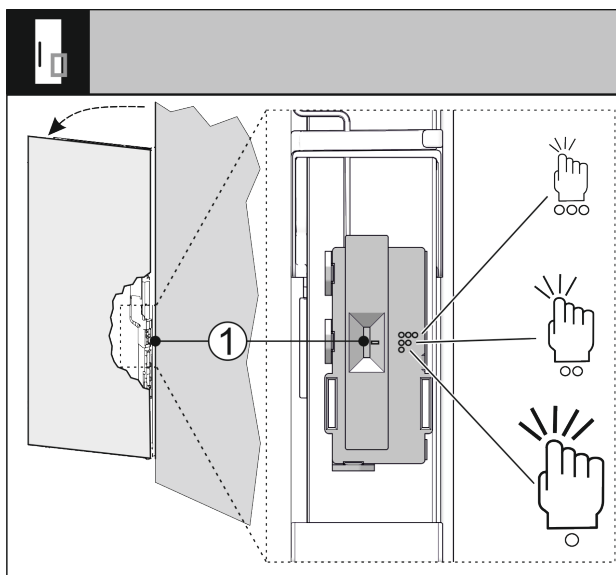

Fig. 101
Sie können die Empfindlichkeit des Klopfensors über einen Schalter Fig. 101 (1) einstellen. Der Schalter ist scharnierseitig am unteren Drittel der Tür.
- ▶ Schalter Fig. 101 (1) auf gewünschte Schalterstellung schieben.